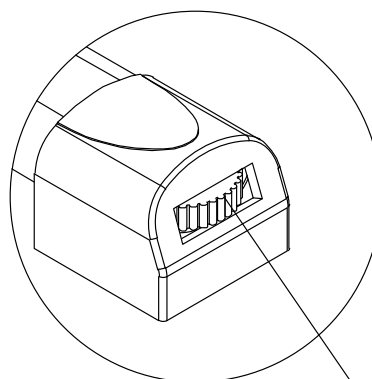

Figura 13
13. Se l'intero veicolo non è stabile dopo l'assemblaggio, è possibile ruotare le ruote a mano per effettuare piccole regolazioni. Come mostrato nella Figura 13: